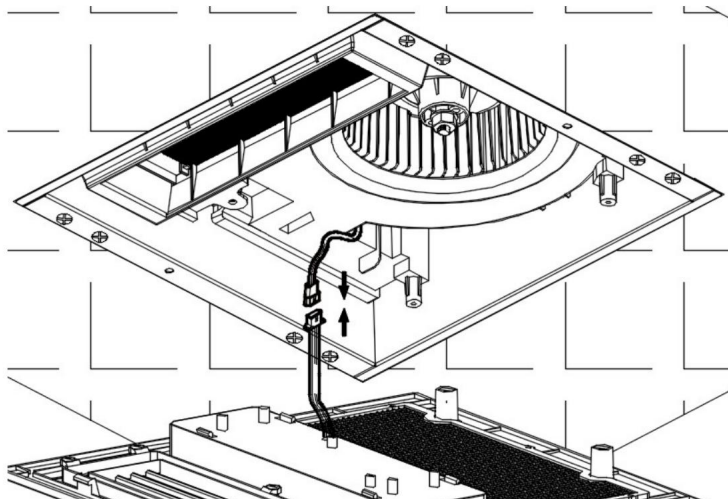

Abb.7.
8. Schließen Sie die Lichtkabel vorsichtig an. (Siehe Abb. 7.)